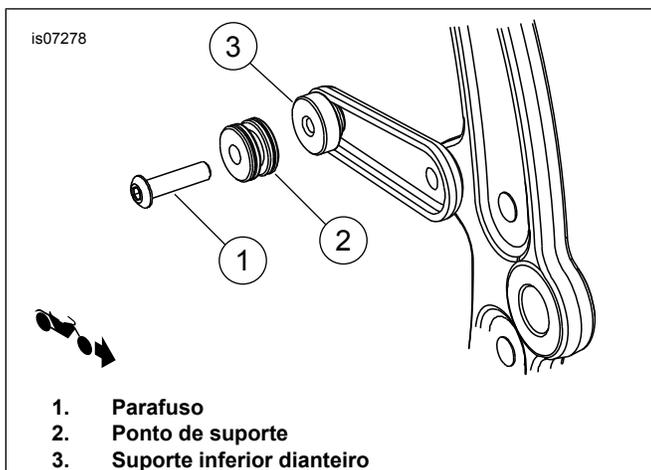

Figura 6. Ponto de suporte dianteiro inferior (sem outros acessórios removíveis)
1. Veja Figura 6. Instale o mini ponto de suporte (2) no parafuso (1).
3. Instale o parafuso na parte rosqueada do suporte dianteiro inferior (3). Aperte o parafuso com torque de 16,3–24,4 N·m (12–18 ft·lbs).